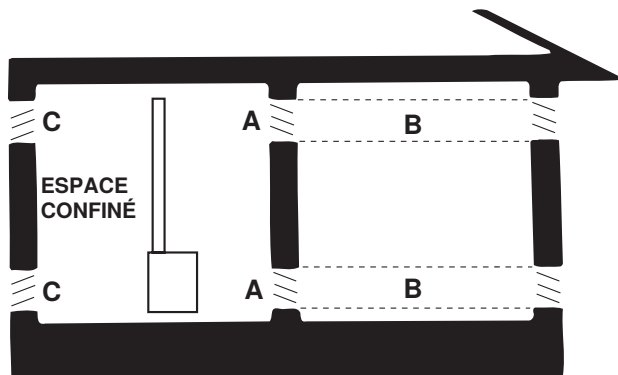

Figure 1. Ouvertures d'air de combustion d'un espace clos (voir le Tableau 1)
- Dans un espace clos, la moindre fuite peut causer une pression négative et rendre la combustion moins efficace. N'installez pas d'unité dans un espace clos sans pratiquer d'ouvertures dans les murs pour la circulation d'air dans les deux sens. En fonction de la source d'air de combustion, prévoir des ouvertures près du sol et du plafond pour la ventilation et l'air de combustion comme illustré à la Figure 1 et comme indiqué dans le Tableau 1.
*Voyez la Figure 1.